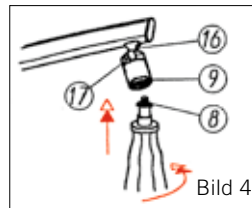

Bild 4
- geschlossenen Schirm leicht anheben und mit ¼ Drehung im Gegenuhrzeigersinn aus der Gelenköffnung (9) (Bild 4) herausdrehen.
- Wiedereinsetzen in umgekehrter Reihenfolge (Bild 4).